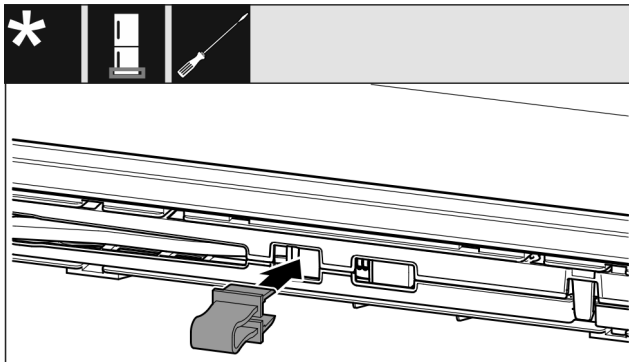

Fig. 14
- ▶ Зафіксуйте запобіжник в отворі. (див. Fig. 14)